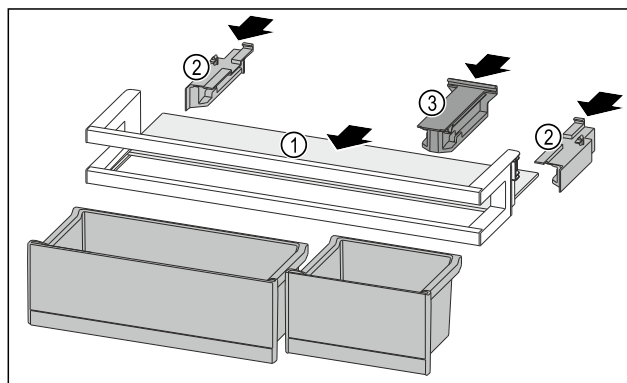

Fig. 198
- ▶ Inserire il ripiano Fig. 198 (1) negli incavi laterali.
- ▶ Inserire gli elementi laterali Fig. 198 (2).
- ▶ Inserire l'elemento di tenuta Fig. 198 (3).